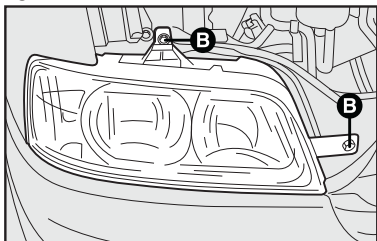
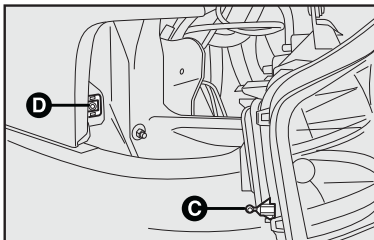

fig. 11
fig. 12
2) Retirar os parafusos de bloqueio **B-fig. 11** e desmontar o farol desengatando a trava **C-fig. 12** do engate **D**.